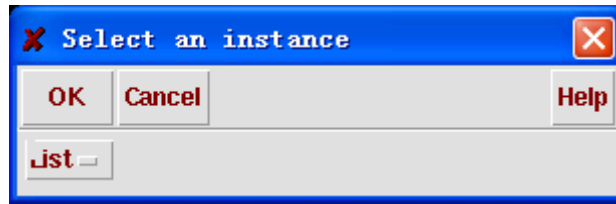
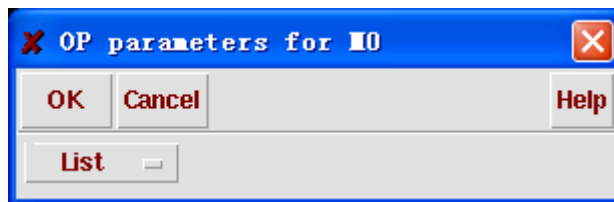
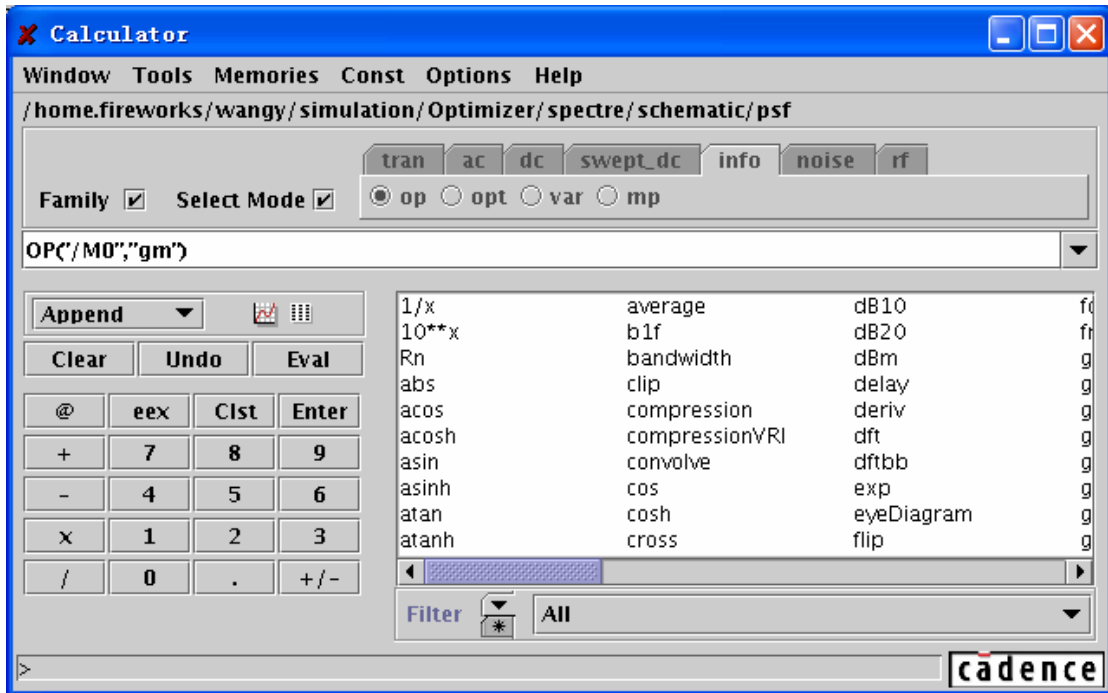

图 8.8 “Select an instance” 窗口
图 8.9 选择 M0 管后的窗口
图 8.11 M0 管的 “gm” 参数存放在 “Calculator” 中
- 1) 在点击“op”，“opt”，“mp”，“vn”或者“var”电路图表达式按键中任意一个后，“Select an instance”窗口弹出，如图 8.8 所示。
- 2) 在电路图中选择需要的器件，例如一个名为“M0”的 MOS 管，点击该器件后，图 8.8 中的窗口变为“OP parameter for M0”（因为在第一步中选择的是“op”按键），如图 8.9 所示。
- 4) 点击图 8.9 窗口中的“OK”后，该参数被“Calculator”获取，并在缓存中显示，如图 8.11 所示